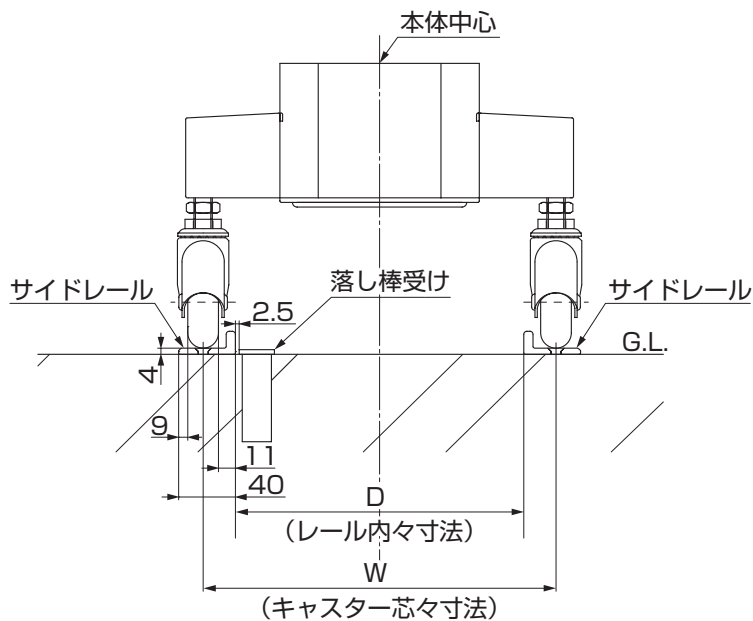

図10-12
③落とし棒受けは本体設置後、本体落とし棒の位置に合わせて地盤に指定の孔加工をしてください。(図10-12参照)